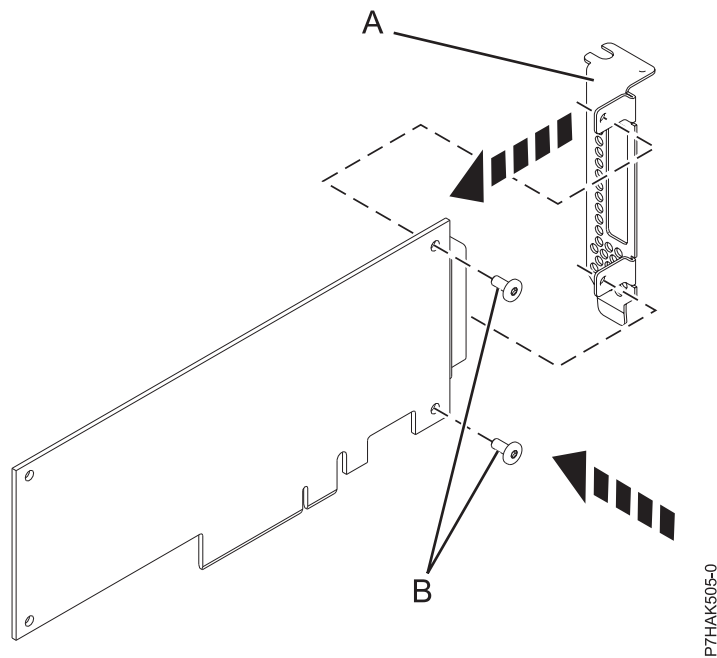

Figura 32. Fixar o contraponto de perfil baixo a um adaptador PCIe
14. Utilize uma chave de fendas phillips e os dois parafusos de fixação (B), ligue o contraponto (A) do adaptador PCIe avariado ao novo adaptador PCIe, como demonstrado na Figura 32 na página 50.